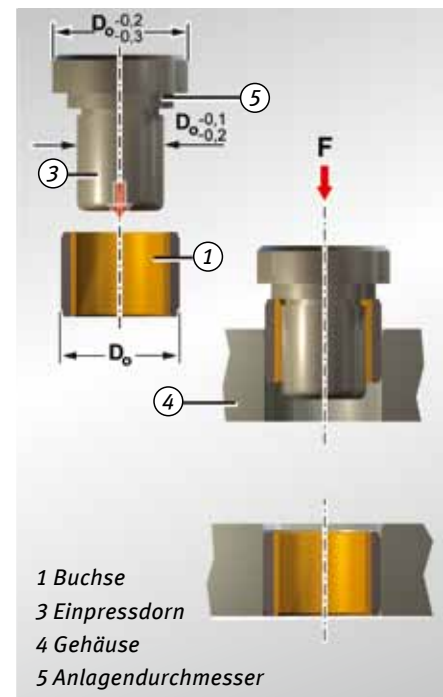

Abb. 51: Versenkt einpressen  $D_o \geq 55$  mm
- versenktes Einpressen mit Dorn ohne Hilfsring gemäß Abb. 51.